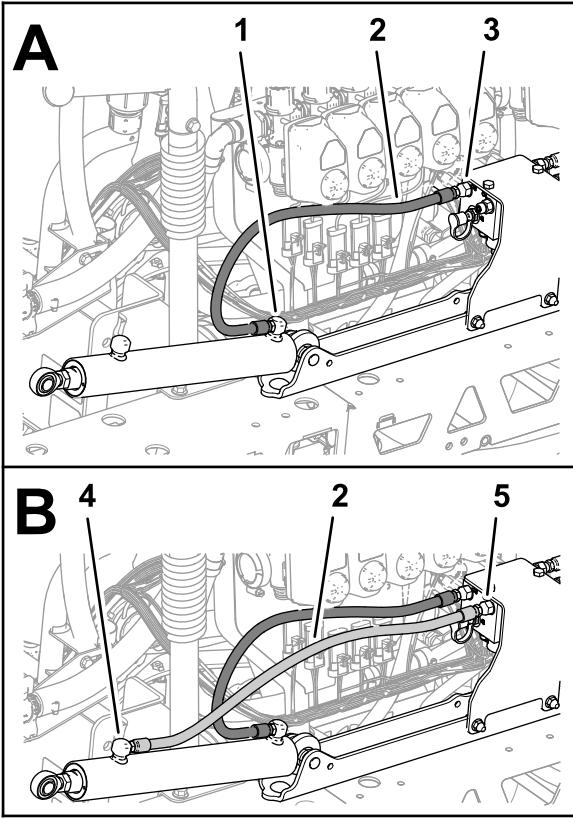
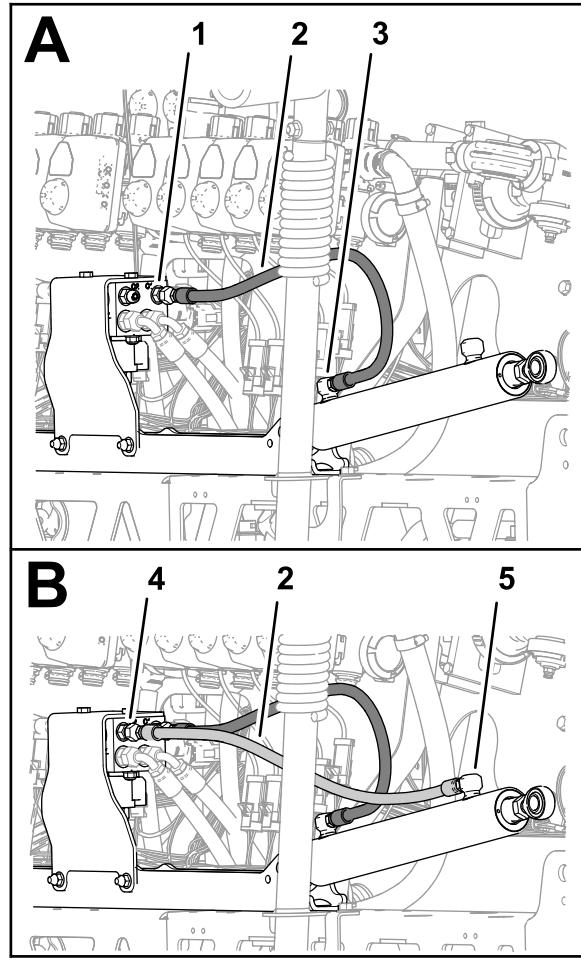

图118
图119
1. 将新液压软管 $\frac{1}{4} \times 24\frac{3}{4}$ 英寸松松安装到左喷洒臂提升油缸的延长端口与喷洒臂提升阀箱的 C3 端口之间图118。
2. 将新液压软管 $\frac{1}{4} \times 24\frac{3}{4}$ 英寸松松安装到左喷洒臂提升油缸的回收端口与喷洒臂提升阀箱的 C4 端口之间 图 118。
3. 将新液压软管 $\frac{1}{4} \times 24\frac{3}{4}$ 英寸松松安装到右喷洒臂提升油缸的延长端口与喷洒臂提升阀箱的 C1 端口之间 图 119。
4. 将新液压软管 $\frac{1}{4} \times 24\frac{3}{4}$ 英寸松松安装到右喷洒臂提升油缸的回收端口与喷洒臂提升歧管的 C2 端口之间 图 119。
5. 上紧提升油缸延长和回收端口的软管接头 图 118 和 图 119 扭矩至 2126N·m。
6. 上紧喷洒臂提升歧管的软管旋转螺母 图 118 和 图 119 扭矩至 2430N·m。